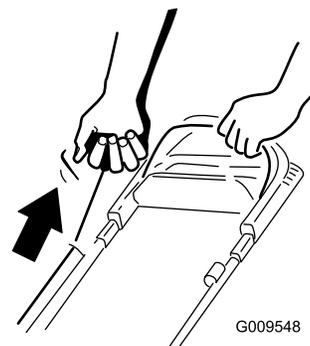

Figure 18
2. Tirez la poignée du lanceur (Figure 18).
**Remarque:** Tirez lentement la poignée du lanceur jusqu'à ce que vous sentiez une résistance, puis tirez vigoureusement (Figure 18). Laissez le lanceur se rétracter lentement jusqu'à la poignée.